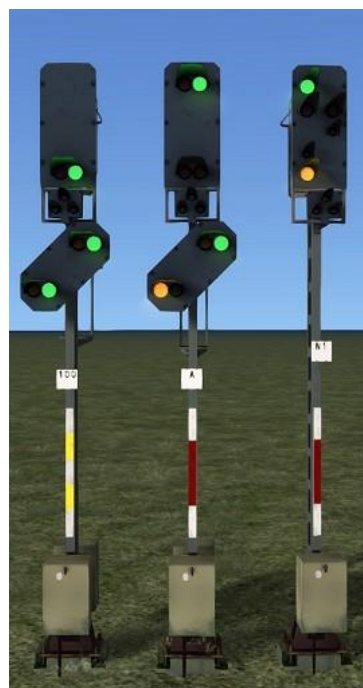

Bild 1.2
- Bild 1.2: Das Ausfahrsignal N1 zeigt Hp2 mit Fahrt nach Gleis 4